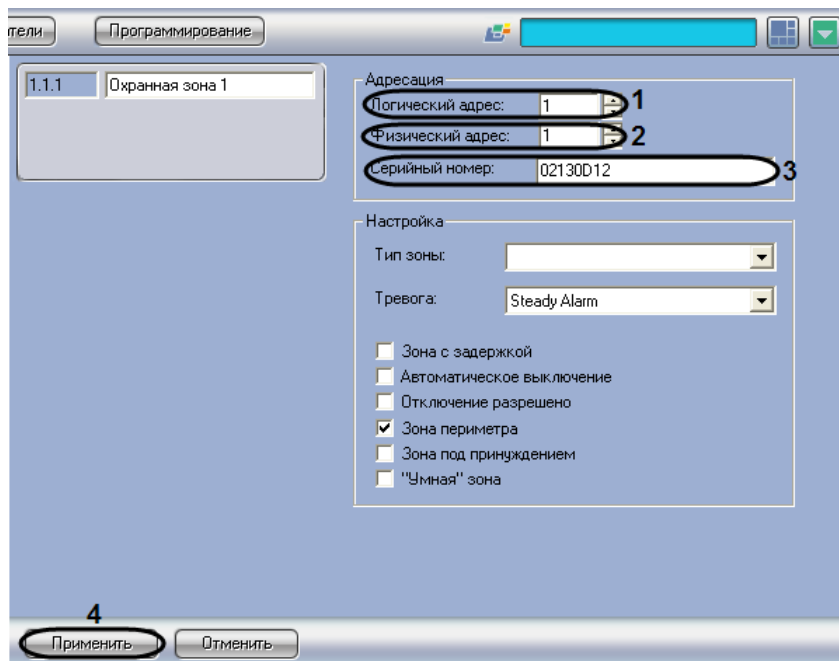

Рис. 3.6—2. Настройка охранной зоны контрольной панели Paradox
1. Перейти на панель настройки объекта **Охранная зона** (Рис. 3.6—2).
2. В поле **Логический адрес** (см. Рис. 3.6—2, 1) ввести номер охранной зоны.